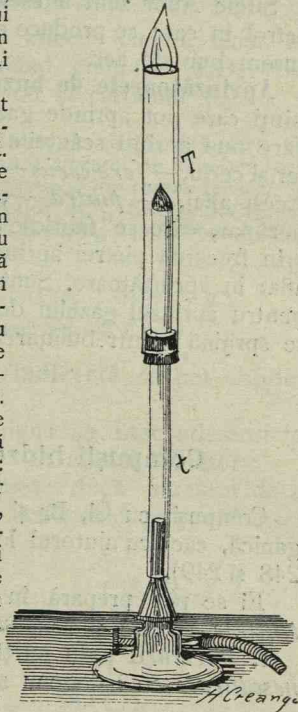

Fig. 221. Despicarea flăcării cu aparatul Teclu.
**Despicarea flăcării.** Pe o lampă Teclu sunt așezate două tuburi de sticlă  $T$  și  $t$ , fig. 221. Inchidem cu totul jos intrarea aerului în lampă. Dăm drumul gazului și îl aprindem sus. Flacăra e luminoasă. Dăm drumul aerului mișcând regulatorul  $D$  încetul cu încetul. Flacăra se face din ce în ce mai puțin luminoasă. Continuând cu introducerea aerului flacăra se face neluminoasă și pe urmă se desface în două: una albastruie în afară și alta verzue înăuntru. Mișcând mai departe regulatorul, însă cu băgare de seamă și nu prea mult, flacăra verde intră în tubul  $T$  și se lasă în jos. Pentru o poziție potrivită a regulatorului flacăra se lasă până la gura tubului  $t$ . Din acest moment, în vreme ce flacăra albastruie rămâne sus, flacăra verzue se ridică și se coboară în mod cu totul ritmic. Avem aface cu două iuțeli: o iuțea de scurgere a amestecului de gaz și aer și o iuțea de ardere a acestui amestec. Sus, iuțea de ardere e mai mare de cât cea de scurgere, amestecul arde mai repede de cât vine și flacăra verde se coboară. Jos, iuțea de scurgere e mai mare de cât cea de ardere, amestecul nu poate să ardă tot și flacăra se ridică. În flacăra albastruie de sus arde hidrogenul și oxidul de carbon; în flacăra verzue de jos ard hidrocarburele. Temperatura flăcării verzui e mai mare de cât a celei albastrui, putând ajunge până la  $1500^{\circ}$ .